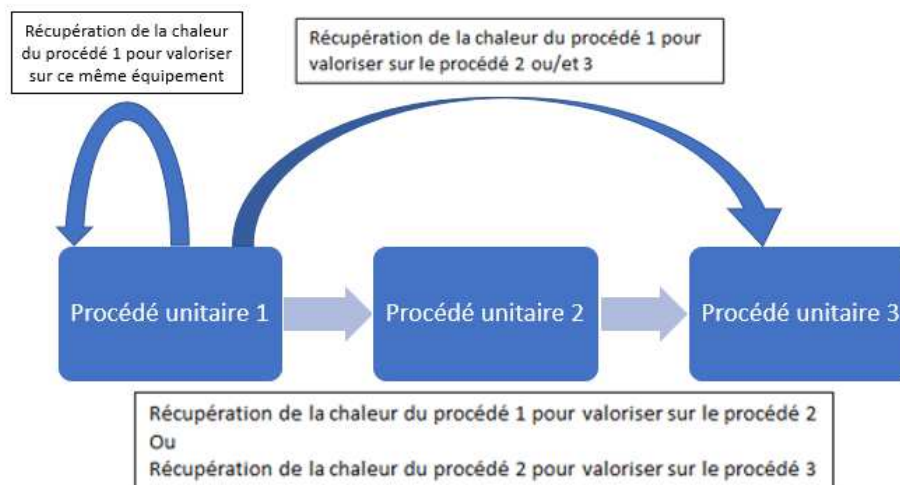

Figure 4 : Périmètre d'éligibilité du Fonds Chaleur
- Un **système de captage de chaleur** sur un procédé unitaire (colonne à distiller, séchoir, four, chaudière...) pour une valorisation sur le même ou vers un autre procédé unitaire, y compris le chauffage des ateliers ou des bureaux (figure 4) ;